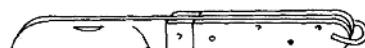

图2-5 电工刀
(4) 电工刀 是用来剥削和切割电工器材的常用工具(图2-5)。使用时，刀口应朝外剥削；用毕，随即把刀身折进刀柄。电工刀刀柄结构是不绝缘的，因此不能在带电导线或器材上剥削，以防触电。